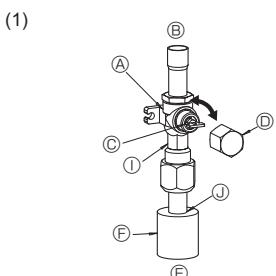
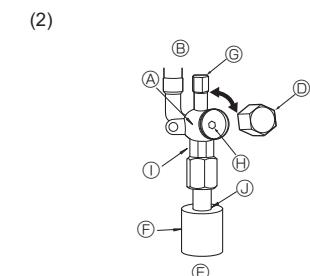

Fig. 4-6
Fig. 4-7
- (1) Lato gas di ZRP100-140 (Fig. 4-6)
- ① Rimuovere il cappuccio, tirare la maniglia verso di sé e ruotare di 1/4 di giro in senso antiorario per aprire.
- ② Assicurarsi che la valvola d'arresto sia completamente aperta, spingere in dentro la maniglia e riportare il cappuccio alla posizione originale.
- (2) Lato liquido di ZRP100-140 e lato del gas/liquido di ZRP35-71 (Fig. 4-7)
- ① Togliere il cappuccio e girare fino a quando è possibile l'asta della valvola in senso antiorario utilizzando una chiave esagonale da 4 mm. Smettere di girare quando si urta l'otturatore. (ø9,52: circa 10 giri)